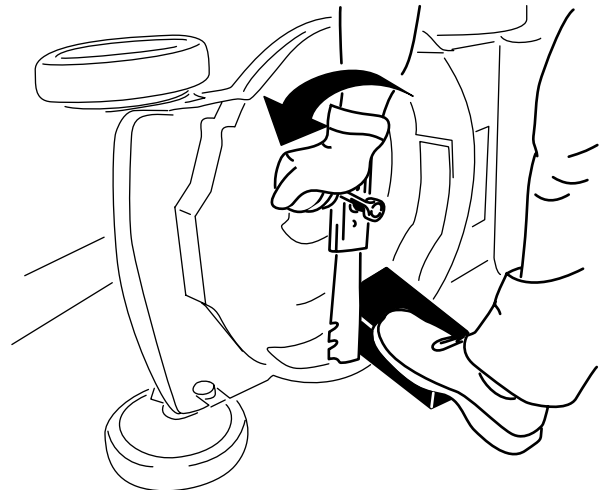

Figure 31
3. Immobilisez la lame avec un morceau de bois (Figure 31).
4. Déposez la lame mais ne jetez pas les fixations (Figure 31).